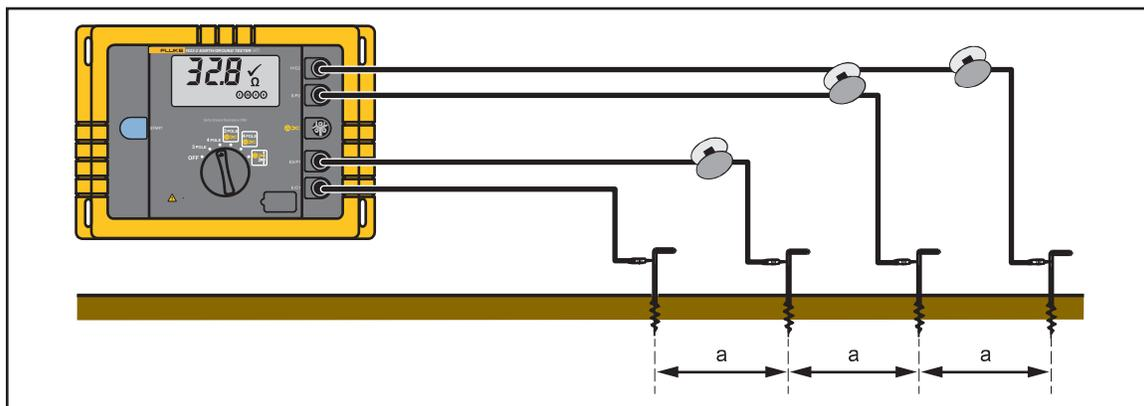

Figura 10. Medição da resistividade do solo
A resistividade do solo é a quantidade geológica e física com base nas quais são calculados e projetados os sistemas de aterramento. O procedimento de medição mostrado na Figura 10 usa o método elaborado por Wenner (F. Wenner, A method of measuring earth resistivity; Bull. National Bureau of Standards, Bulletin 12 (4), Paper 258, S 478-496; 1915/16).